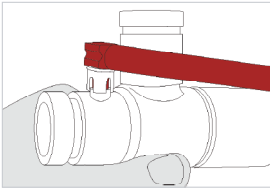

Abbildung 24
- Schließen Sie den Schnellanschluss des roten Schlauchs (sofern vorhanden) an der Gehäusevorderseite des Phasitron® an. **(Abb. 24)**